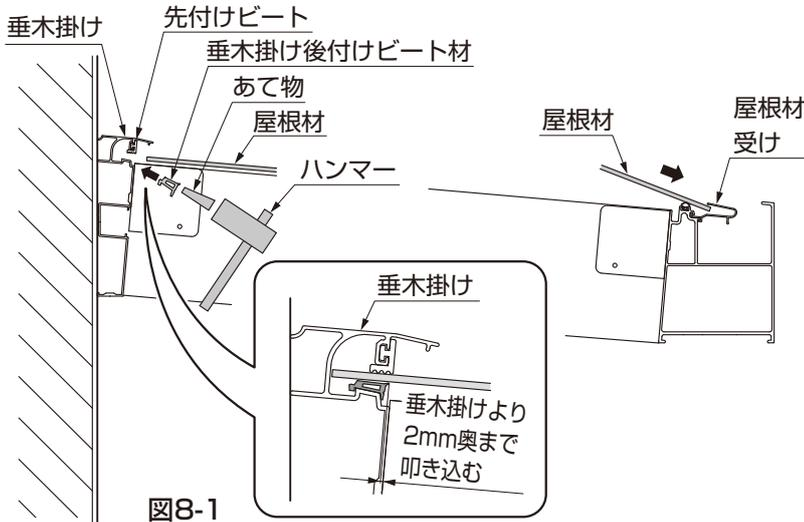
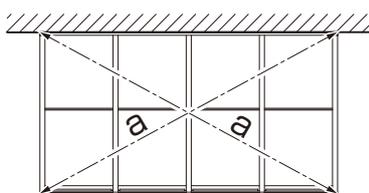

図8-1
図8-8
- 屋根材の取付けを行なう前に屋根の対角を出してください。（図8-8参照）
- ① 屋根材受けを垂木と垂木の間で位置をあわせてください。
- ② 屋根材を垂木掛けに差込んでください。
- ③ 屋根材を屋根材受けに差込んでください。
- ④ 垂木掛け後付けビート材をあて物をあてて、垂木掛けに叩き込んでください。（図8-1参照）
- 垂木掛け後付けビート材は、あて物をして奥まで叩き込んでください。奥まで入っていないと、外れてしまう場合があります。（図8-1参照）